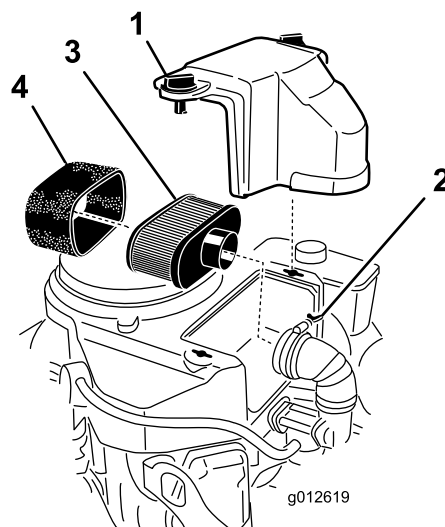

Figura 30
3. Limpe em torno do filtro de ar para impedir que a sujidade entre no motor e possa danificá-lo (Figura 30).
4. Desaperte os botões da cobertura e retire a cobertura do filtro de ar (Figura 30).
5. Desaperte o dispositivo de fixação de tubagem e retire o conjunto do filtro de ar (Figura 30).
6. Puxe cuidadosamente o elemento de esponja do elemento de papel (Figura 30).
Importante: Não limpe o filtro de papel, substitua-o (Figura 30).
1. Faça deslizar cuidadosamente o elemento de esponja para o elemento de papel do filtro de ar (Figura 30).
- Coloque o conjunto do filtro de ar na base do filtro de ar e prenda-o com as duas porcas de orelhas (Figura 30).
- Coloque a cobertura do filtro de ar na sua posição e aperte o botão da cobertura (Figura 30).